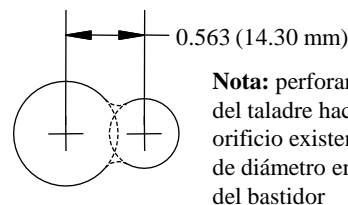

Figura 1: La modificación del orificio de acceso permite halar el cable del bloque y perno de carruaje
①	Cant. (2)	Perno de carruaje, 7/16" x 1.50" GR.5	⑤	Cant. (1)	Perno de carruaje, 1/2-13 X1.75" GR.5
②	Cant. (2)	Bloque, 3" x 7/8"	⑥	Cant. (1)	Espaciador, 2" x 2"
③	Cant. (2)	Arandela cónica, 7/16"	⑦	Cant. (1)	Arandela cónica, 1/2"
④	Cant. (2)	Tuerca hexagonal, 7/16" GR.2	⑧	Cant. (1)	Tuerca hexagonal, 1/2"-13 GR. 2
- Use un taladro de 1/2" para agrandar los orificios de 3/4" existentes en ambos largueros del bastidor como se muestra en la Figura 1.